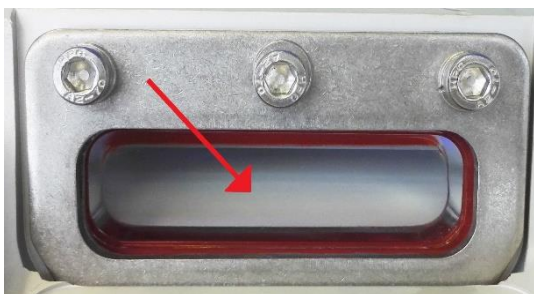

Figura 19 – Pulizia del prisma
- Pulire la superficie del prisma (*Figura 19- n°1*) con prodotto non abrasivo